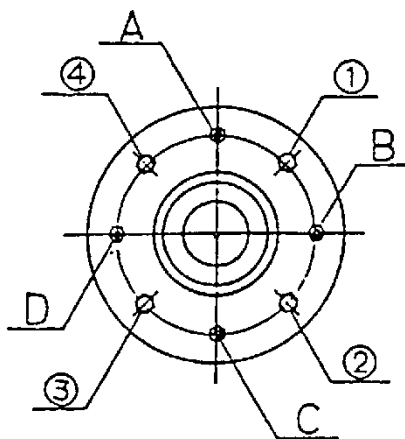

図 9-5
9.3.5 ドラムの芯出し調整 (図 9-5)
- ・ 主軸ベアリングケースを止めているボルト及びナット 4 箇所 (A～D) と、調整ボルト及びナット 4 箇所 (①～④) で調整します。(図 9-5)
- ・ 例えば、ドラムの口金を機械正面より見て右に寄せたい場合、③、④と A,C,D のナットを少し緩め、③、④のボルトをドラムの口金を見ながら締め込みます。
- ・ 調整が終わったら、③、④と A,C,D のナットを締め込みます。